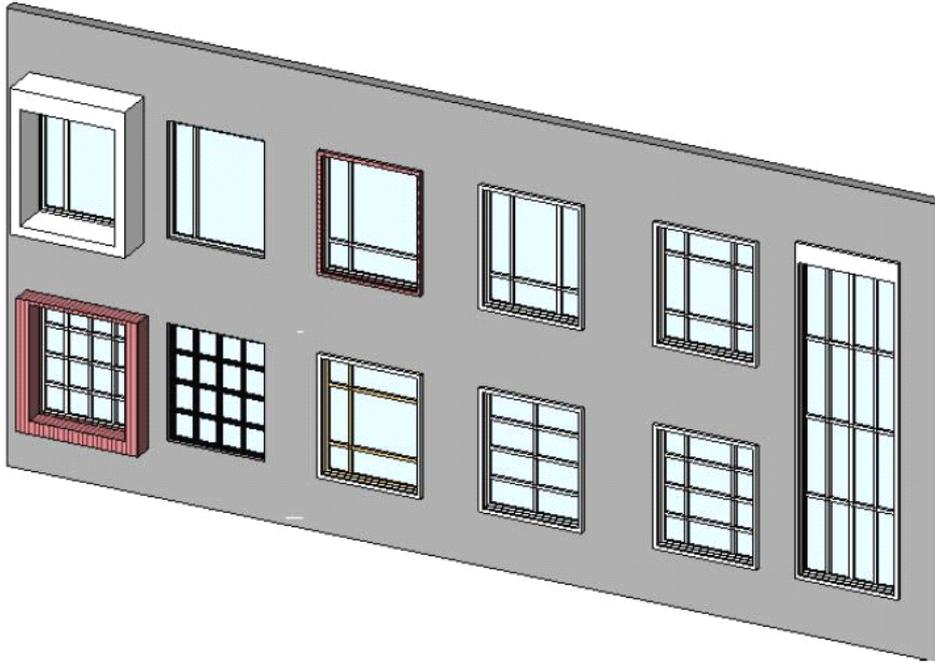

图 15.5-2
(3)、族的实用性和易用性对设计效率提升的关系。以万能窗的应用为例。通过创建一个万能窗族，载入到项目后，对其参数(材质参数、竖挺横挺相关参数、窗套的相关参数)进行修改，可得到多种多样的窗，为设计师们提供的很大方便(如图 15.5-2 所示)。